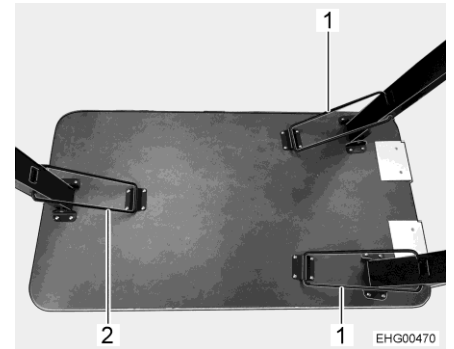

Fig. 8 Mesa (patas de mesa desplegadas)
- Bloquear la pata de mesa con el estribo (Fig. 8,2).
- Bloquear cada una de las 3 patas de mesa con estribo (Fig. 8,1 y Fig. 8,2).